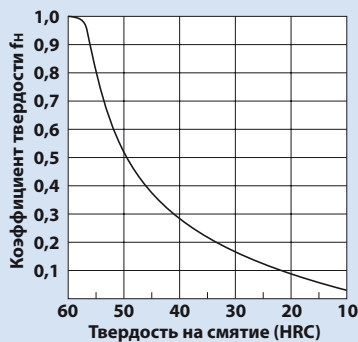

Рис. 1
- f_n : Коэффициент твердости (см. Рис. 1)